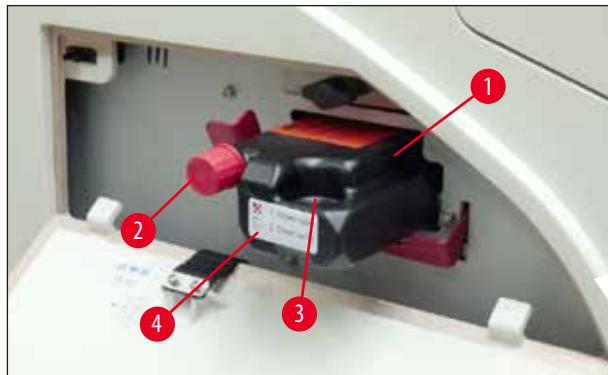

图 57
3. 揭去保护膜，将墨盒向墨盒插槽中插入一半(→ "图 57")。